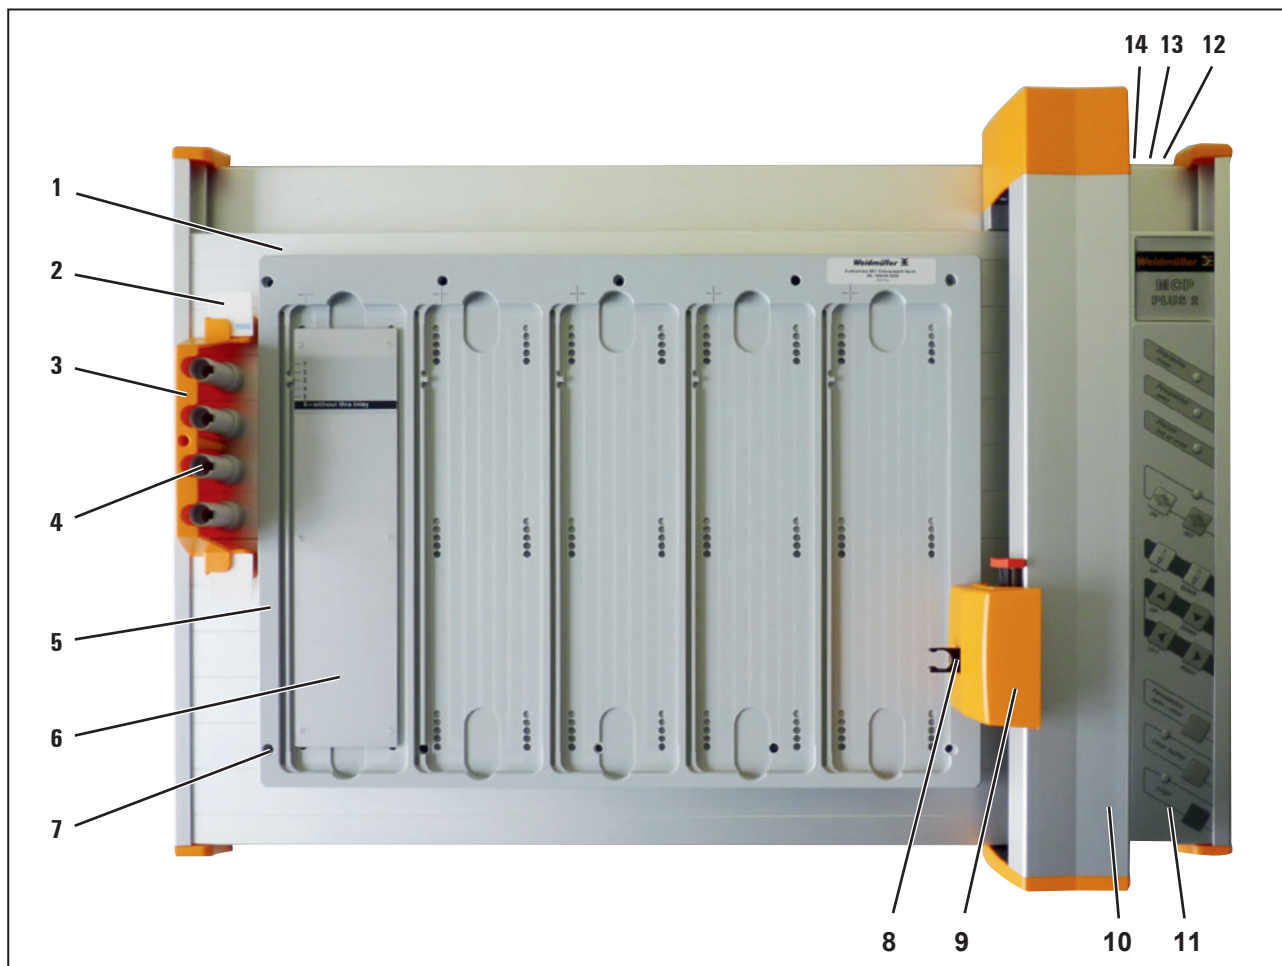

Fig. 4.1 Panoramica del prodotto
- Collegare il cavo di alimentazione di rete al plotter (Fig. 4.1, numero 12).
- Collegare il cavo USB al plotter (Fig. 4.1 numero 14), quindi collegarlo al PC.